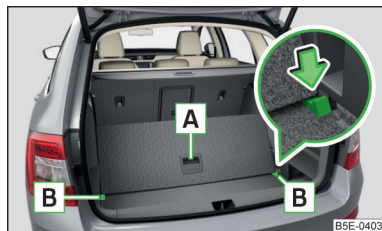

Fig. 116
- ▶ Ridicați de mâner **A** » fig. 116 partea din spate a podelei variabile.